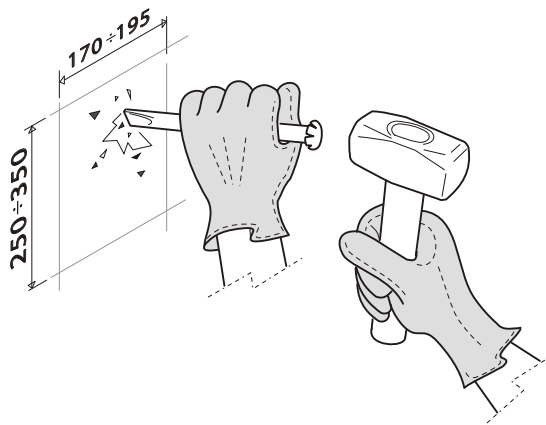

Fig 3
2. Creare nel muro lo spazio necessario per l'alloggiamento del miscelatore completo con la protezione in polistirolo. (fig. 3)
2. Create enough space in the wall to fit the mixer including polystyrene protective casing (Fig. 3).
2. In der Wand genug Platz für die Unterbringung des Ein-Hebel Mischers samt Polystyrol-Schutz schaffen. (Abb. 3)
2. Cree el espacio suficiente en la pared para instalar el mezclador provisto de la protección de poliestireno. (fig. 3).